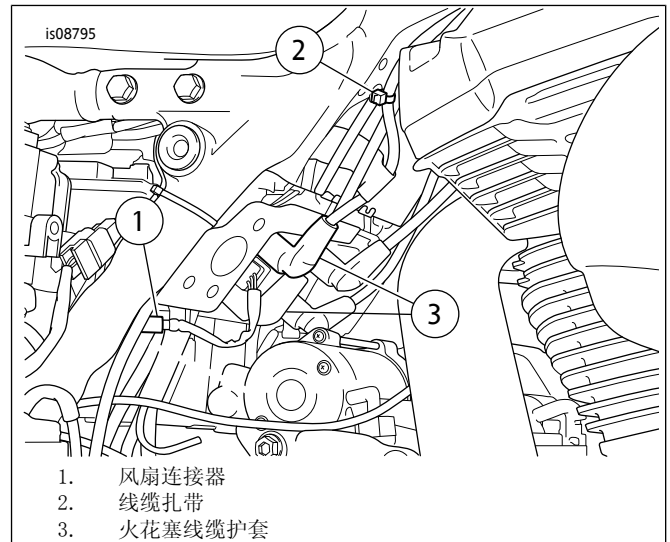

图1。风扇连接器
7. 参见图1。找到风扇连接器(1)并拔下。
参见图1。重新定位右侧火花塞线缆护套。